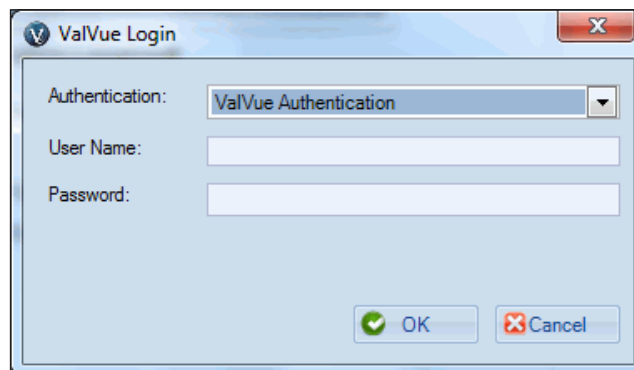

Рисунок 21. Вход в ValVue
1. Выберите **Пуск > Все программы > Masoneilan > ValVue3 > ValVue** и появится Рисунок 21.